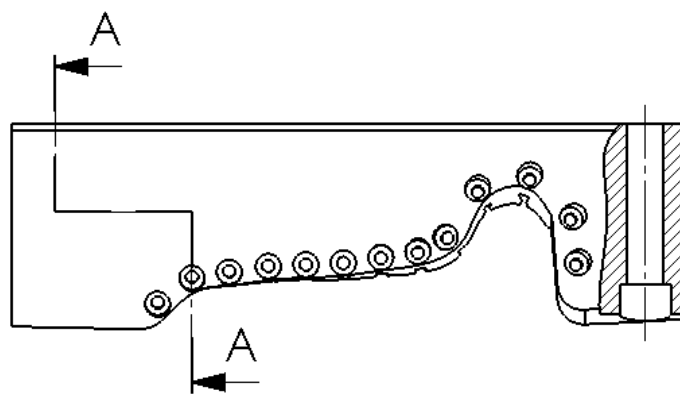

Рис. 27
6. Нажмите ОК  и завершите создание вырыва на виде Б (рис. 27).
8. Выберите цепочку кромок, показанных на рис. 27, нажмите кнопку **Толщина линии** панели инструментов «Формат линии» и сделайте их толщины тонкими (S/2...S/3);